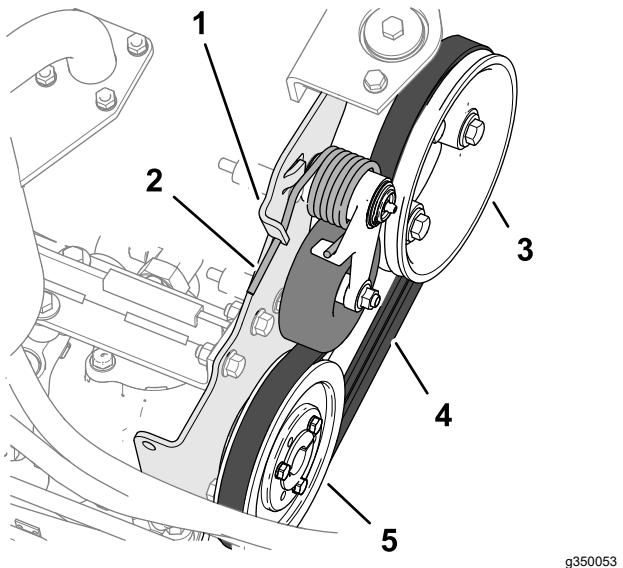

Figura 79
- Presione hacia abajo el extremo del muelle de tensión de la correa, sáquelo de la muesca en la pestaña del soporte de la bomba y mueva el extremo del muelle hacia delante (Figura 79).